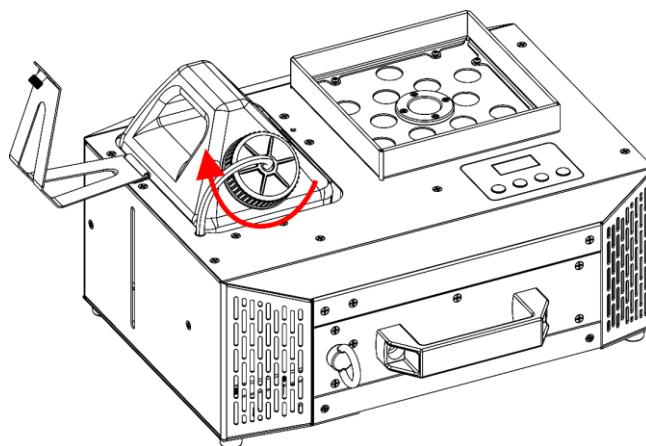

Fig. 35
- 10) Schroef het deksel weer op de vloeistoftank, zoals getoond in Fig. 35.